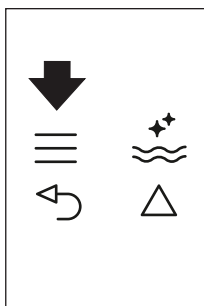
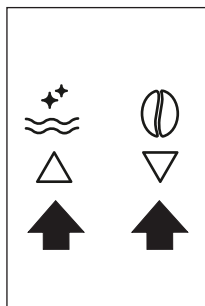

Fig. 22
Fig. 9
- ▶ Apăsăți pe pictograma ☰ (B2) pentru a accesa meniul (Fig. 22), apoi apăsați pe pictogramele △ ▽ (B7) și (B8) (Fig. 9) până când se afișează mesajul „PROGRAM CAPPUCCINO”.
- ▶ Apăsați pe pictograma SET (SETARE) ≡ (B2) pentru a accesa meniul (Fig. 22) sau apăsați pe pictogramele Δ ∇ (B7) și (B8) (Fig. 9) până când se afișează mesajul „PROGRAM CAPPUCCINO”.
- ▶ Apăsați pe pictograma OK (B9) pentru a confirma, apoi pe pictogramele (B7) și (B8) (Fig. 9) până când se afișează mesajul „COFFEE FOR CAPPUCC.” (CAFEA PENTRU CAPPUCC.).